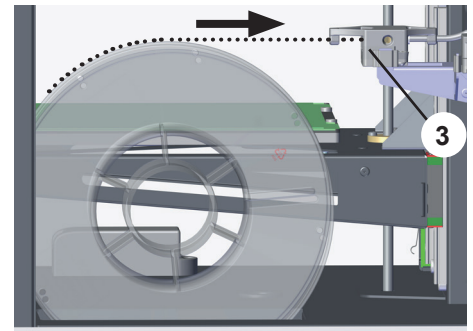

Abb. 6
- ⇒ Im Homescreen auf die Filament-Schaltfläche tippen (Abb. 6).